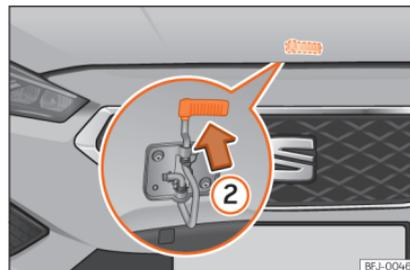

Fig. 238 Came baixo o capô.
- Para levantar o capô faça pressão para cima sobre a alavanca situada debaixo do capô » **Fig. 238 ②.** O gancho de fixação fica desbloqueado.